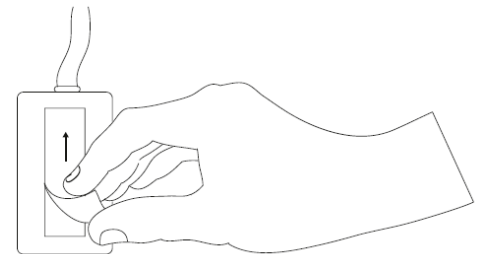

Fig.2
- 4- Limpiar la superficie de la batería, que debe quedar completamente libre de polvo y seca. (Fig.2)
- 5- Preparar el equipo: (Fig.2)